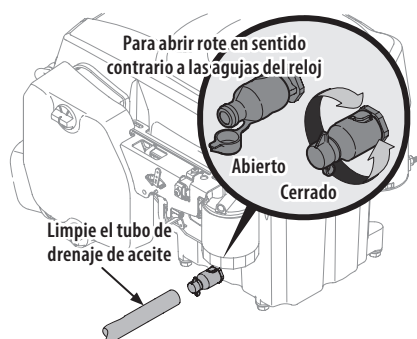

Figura 29
5. Abra la tapita protectora del extremo de la válvula de drenaje para visualizar el orificio de drenaje (Figura 29).